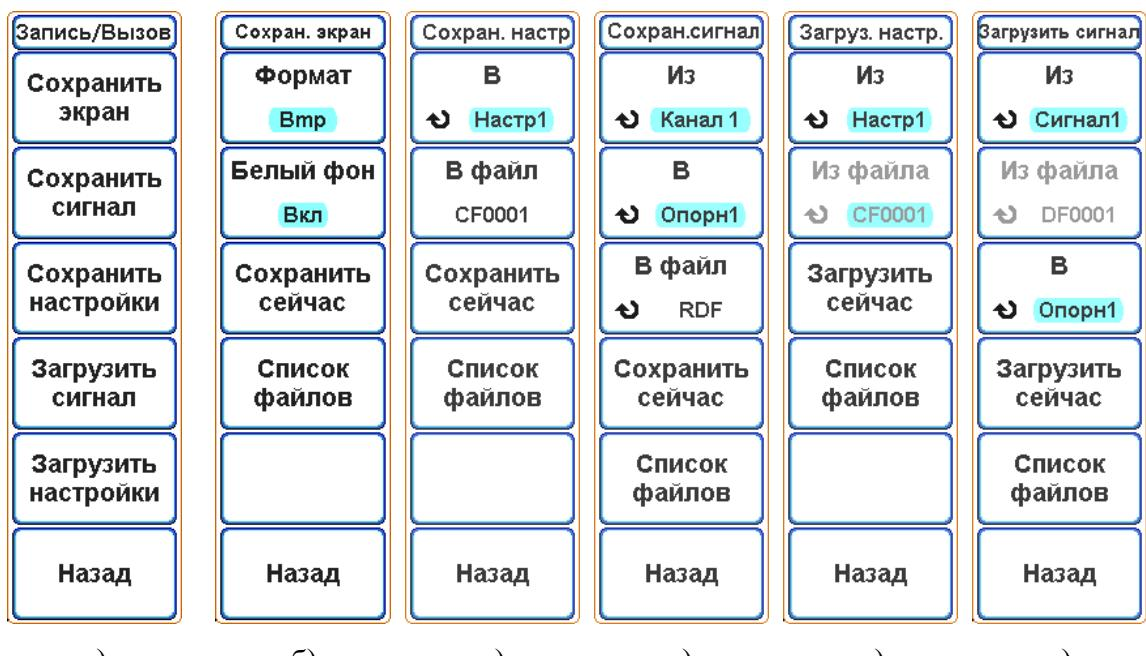

Рисунок 6.30 – Экранное меню: а) «Запись/Вызов»;
– в меню «Запись/Вызов» (рисунок 6.30, а) нажать экранную кнопку «Сохранить экран». При этом откроется подменю «Сохранить экран» (рисунок 6.30, б);
- в меню «Запись/Вызов» (рисунок 6.31, а) нажать экранную кнопку «Сохранить настройки». При этом откроется подменю «Сохранить настройки» (рисунок 6.30, в);
- в меню «Запись/Вызов» (рисунок 6.30, а) нажать экранную кнопку «Сохранить сигнал». При этом откроется подменю «Сохранить сигнал» (рисунок 6.30, г);
- в меню «Запись/Вызов» (рисунок 6.30, а) нажать экранную кнопку «Загрузить настройки». При этом откроется подменю «Загрузить настройки» (рисунок 6.30, д);
- в меню «Запись/Вызов» (рисунок 6.30, а) нажать экранную кнопку «Загрузить сигнал». При этом откроется подменю «Загрузить сигнал» (рисунок 6.30, е);